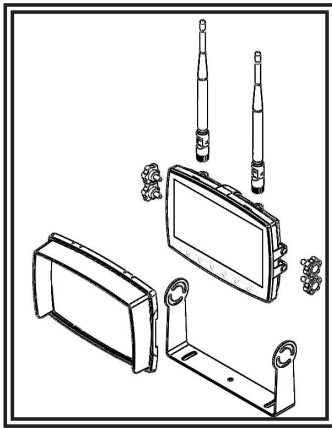

Figura 2
3. Instale el monitor en la abrazadera en "U" como se muestra en la Figura 2. Ajuste la posición del monitor para conseguir el mejor ángulo de visualización antes de ajustar los dos tornillos a cada extremo.